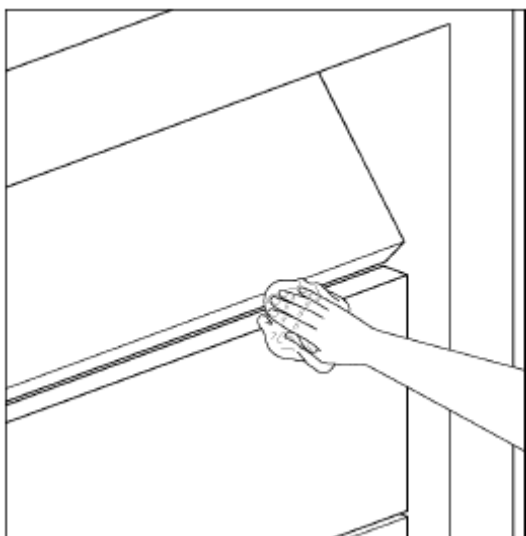

Рис. 26. Очистка швов складной двери
1. Убедитесь, что внутренняя часть швов двери хорошо вымыта и высушена. Поднимите дверь на достаточную высоту для удобства очистки верхнего и нижнего краев каждой планки. См. Рис. 26.